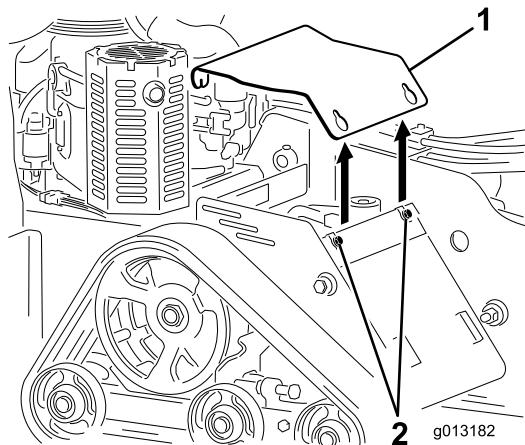

Figura 22
4. Desaperte os 3 parafusos que fixam a placa de cobertura à estrutura sequencialmente, até a cobertura ficar livre (Figura 22).
6. Para instalar a placa de cobertura antes de utilizar a máquina, deslize a placa de cobertura para o lugar e fixe-a com os 3 parafusos que desapertou anteriormente (Figura 22).